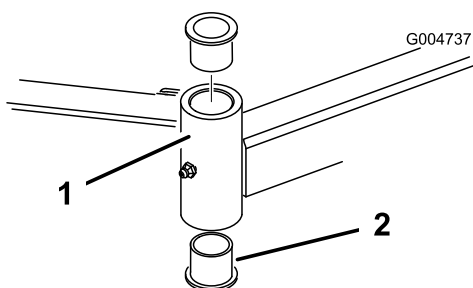

Figura 83
4. Inserite un punteruolo nella parte superiore o inferiore del tubo di fissaggio, e spingete la boccola fuori del tubo (Figura 83).